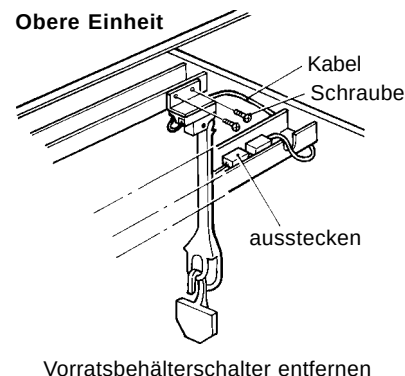

Abb. 8
- 10) Durchsichtige Schutzabdeckung vom Kabelkanal der oberen oder unteren Einheit vor dem Stapeln entfernen. Kabel des Vorratsbehälterschalters abziehen (mit 3-Weg-Stecker). Schrauben und Vorratsbehälterschalter entfernen. Wenn zwei oder mehr Eisbereiter aufeinander gestapelt werden, wird dieser Schalter nicht benötigt. Bewahren Sie ihn nach dem Entfernen auf. Siehe Abb. 8.